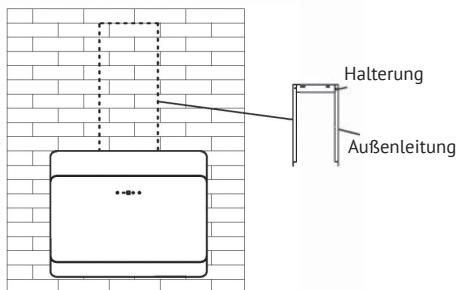

Abb. 3
6. Montieren Sie den Außenkanal und befestigen Sie ihn mit der Kanalbefestigung. Abbildung 3.